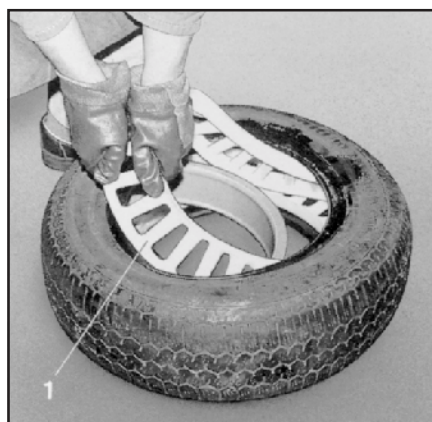

Рис. 58
- Оба опорных кольца и внутреннее кольцо вставить в покрышку в соответствии с рис. 58.